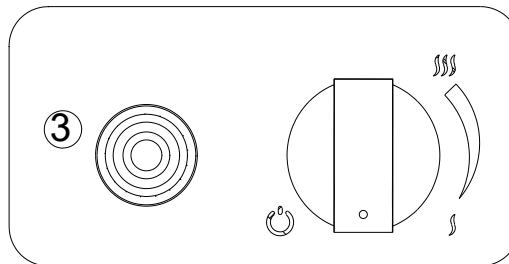

Fig 14 – Premendo il pulsante "on"
- Per spegnere l'apparecchio, premete e ruotate contemporaneamente la manopola in senso orario (*fig. 14*). L'alimentazione del gas sarà interrotta e la fiamma del bruciatore sarà spenta.